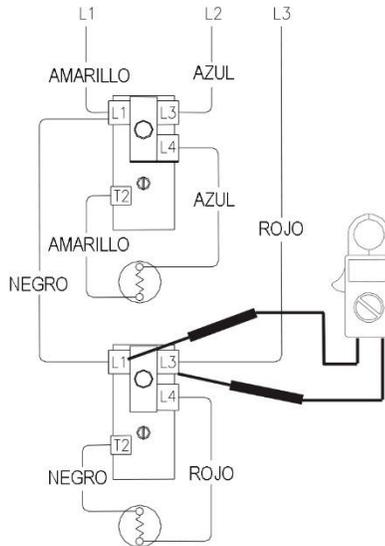

Figura 20
7. Compruebe los terminales L1 y L3 del termostato inferior (consulte la figura 20).